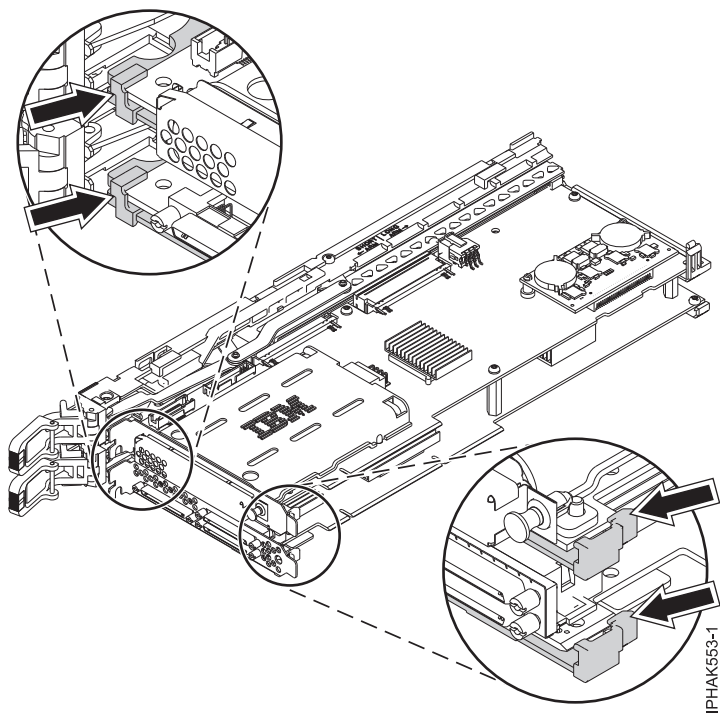

図 55. カセット・アセンブリーへのダブル幅アダプターの取り付け
- a. ダブル幅アダプターのテール・ストックの上部をカセット・アセンブリーのノッチに差し込んだ後、ダブル幅アダプターのテール・ストックの下部をカセット・アセンブリーに固定します。78 ページの図 55を参照してください。